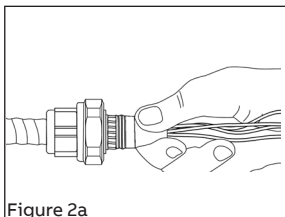

Figure 2a
- 2a Glisser la chambre d'obturation sur le câble et visser au pré-assemblage du corps jusqu'à ce qu'elle soit bien fixée (Figure 2a).